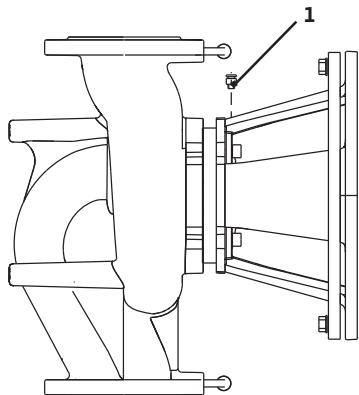

Fig. 43: Avluftrungsventil
- Avluftra pumpen genom att lossa avluftrungsventilen (fig. 43, pos. 1). Torrkörning förstör pumpens mekaniska axeltätning. Differenstrycksgivaren får inte avluftas (risk för skador).